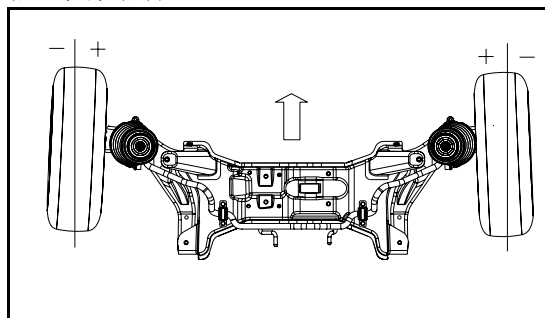

图 5.1-5 车轮前束
1.1.3.3 车轮前束：车轮前束是车轮偏离几何中心线 / 推力线向里偏转，而负前束则是车轮向外偏转，如图 5.1-5 所示。设置前束的目的是保证车轮平行滚动。前束也可补偿车辆向前行驶时，车轮支架系统产生的少量偏移。只有车轮设置前束合适时，车辆行驶时车轮才能在